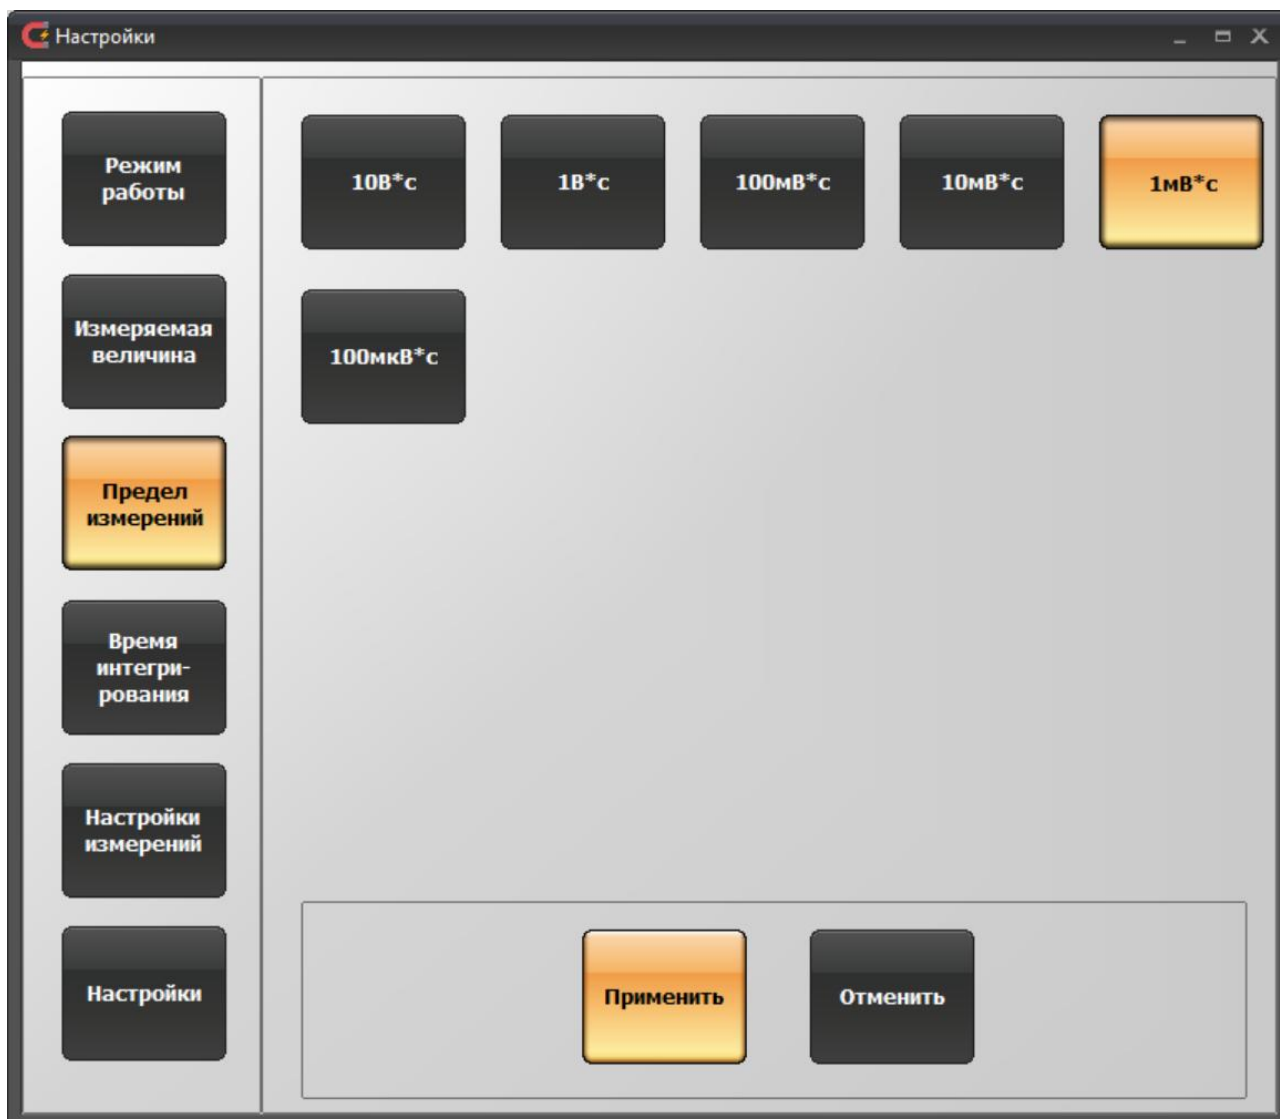

Рисунок 7. Окно настроек программы управления ТПУ-2В в режиме «Веберметр». Группа параметров «Предел измерений»
3) «Предел измерений» (рисунок 7). Служит для выбора предела измерений. Физически при изменении предела измерений переключается коэффициент усиления блока усилителя ТПУ-2В. В режиме работы прибора «Веберметр» доступны следующие пределы измерений потокосцепления: 10 В·с, 1 В·с, 100 мВ·с, 10 мВ·с, 1 мВ·с, 100 мкВ·с. При выборе пределов измерений следует руководствоваться рекомендациями 3.4.4 и данными таблицы 3.2 настоящего руководства по эксплуатации.